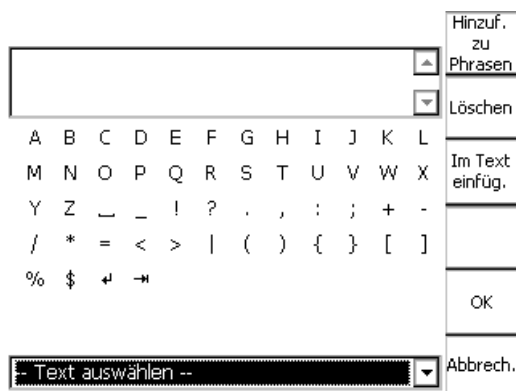

Abbildung 7-1: CPC *Texteditor*; Feld "Text auswählen" ausgewählt
- ▶ Wenn die gewünschte Phrase hervorgehoben ist, drücken Sie **Im Text einfüg.**. Die Phrase wird dann automatisch im oberen Eingabefeld an der Cursorposition eingefügt (siehe Abbildung 7-1).